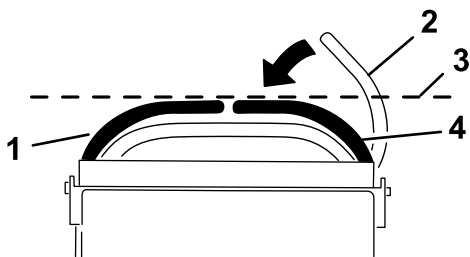

Bild 60
4. Prüfen Sie die horizontale Ausrichtung der Fahrtriebshebel (Bild 60).